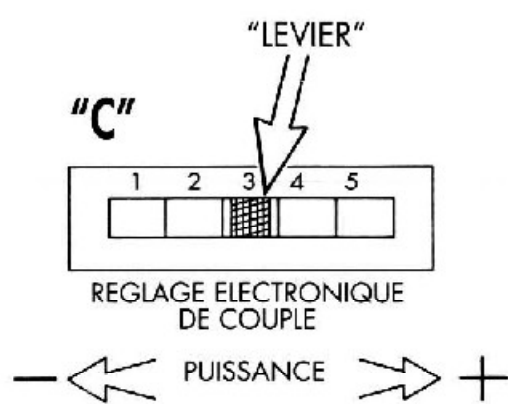

Fig.19
- A la position «5» on a la puissance maximum du moteur électrique (Fig. 19).